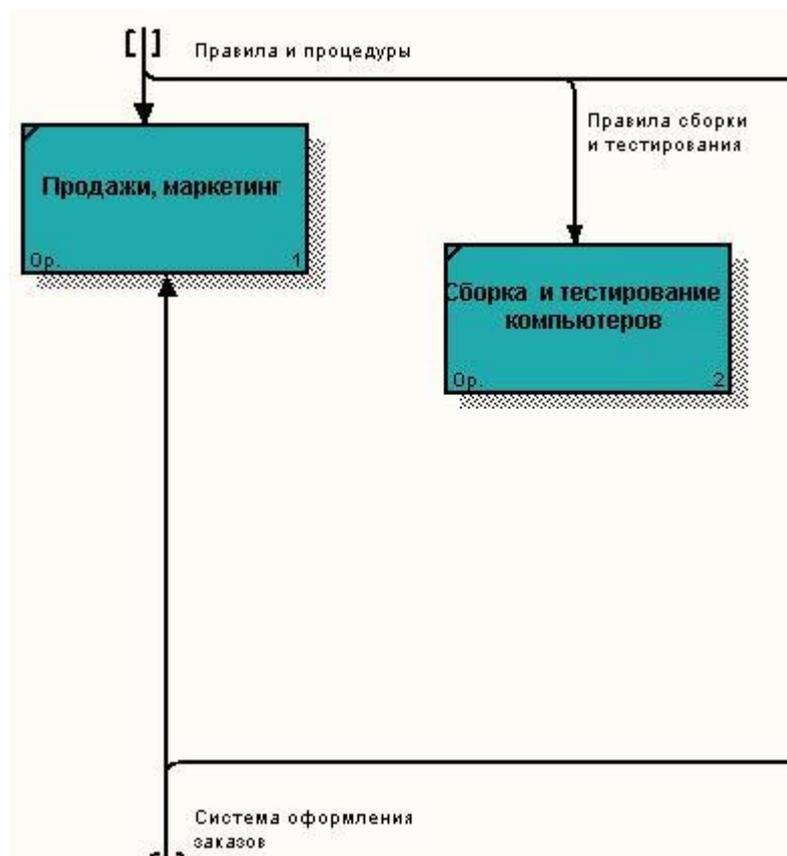

Рис. 4.
4. Правой кнопкой мыши щелкните по ветви стрелки управления работы «Сборка и тестирование компьютеров» и переименуйте её в «Правила сборки и тестирования» (рис.4.)
7. Создайте стрелку обратной связи (по управлению) «Результаты сборки и тестирования» (рис.4.), идущую от работы «Сборка и тестирование компьютеров» к работе «Продажи и маркетинг». (В Л/Р №2 прочитайте материал: «Обратная связь по управлению»). Для большей наглядности измените стиль стрелки (толщина линий) и установите опцию Extra Arrowhead (из контекстного меню). Методом drag&drop перенесите имена стрелок так, чтобы их было удобнее читать. Если необходимо, установите Squiggle (из контекстного меню).